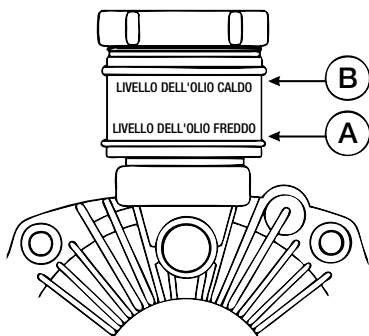

Figura 52. Serbatoio di trasmissione
Controllarla ogni 8 ore di funzionamento. Quando la trasmissione è **fredda** (A), controllare il livello dell'olio sull'indicatore di livello (vedere figura 52).